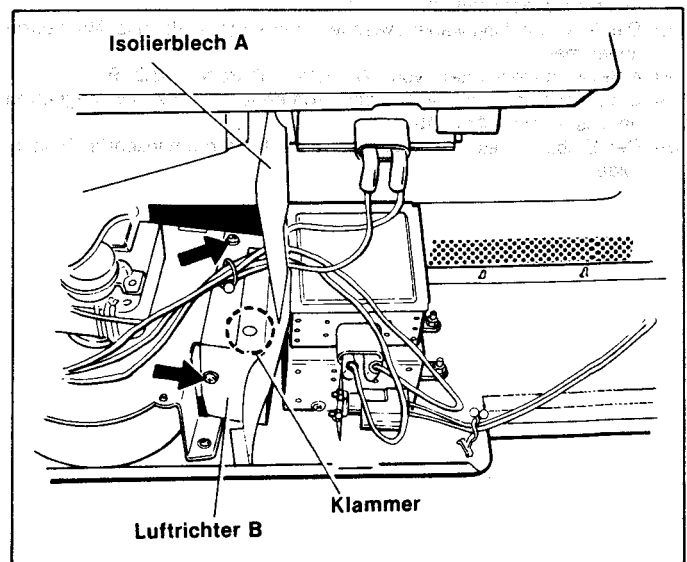
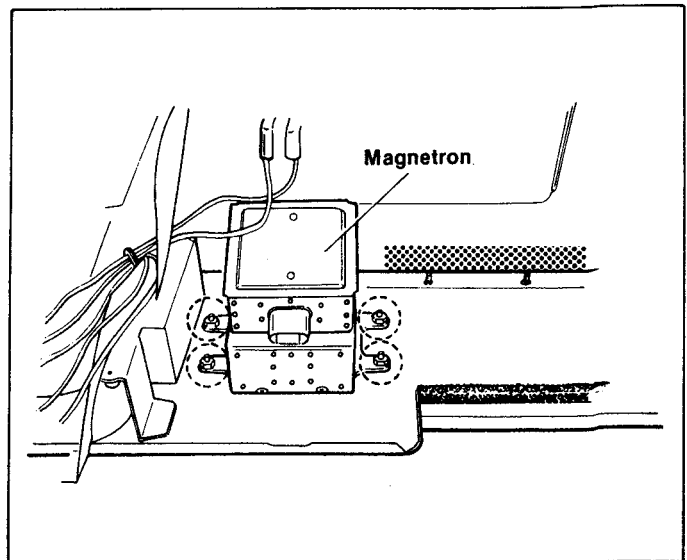

Abb. 12
Abb. 13
- (C) Die Klammer entfernen, mit der das Isolierblech A am Luftrichter B befestigt ist. **Abb. 12.**
- (D) 2 Schrauben entfernen und Luftrichter B abnehmen. **Abb. 12.**
- (E) 2 Schrauben entfernen, mit denen der Thermoschalter-Winkel am Magnetron befestigt ist.
- (F) Die 2 Verbindungskabel zwischen hinterem Trafo und Magnetron abnehmen.
- (G) 4 Befestigungsmuttern vom Magnetron abdrehen. **Abb. 13.** Das Magnetron nach oben hin herausziehen.
- (H) Der Einbau eines neuen Magnetrons erfolgt in umgekehrter Reihenfolge.